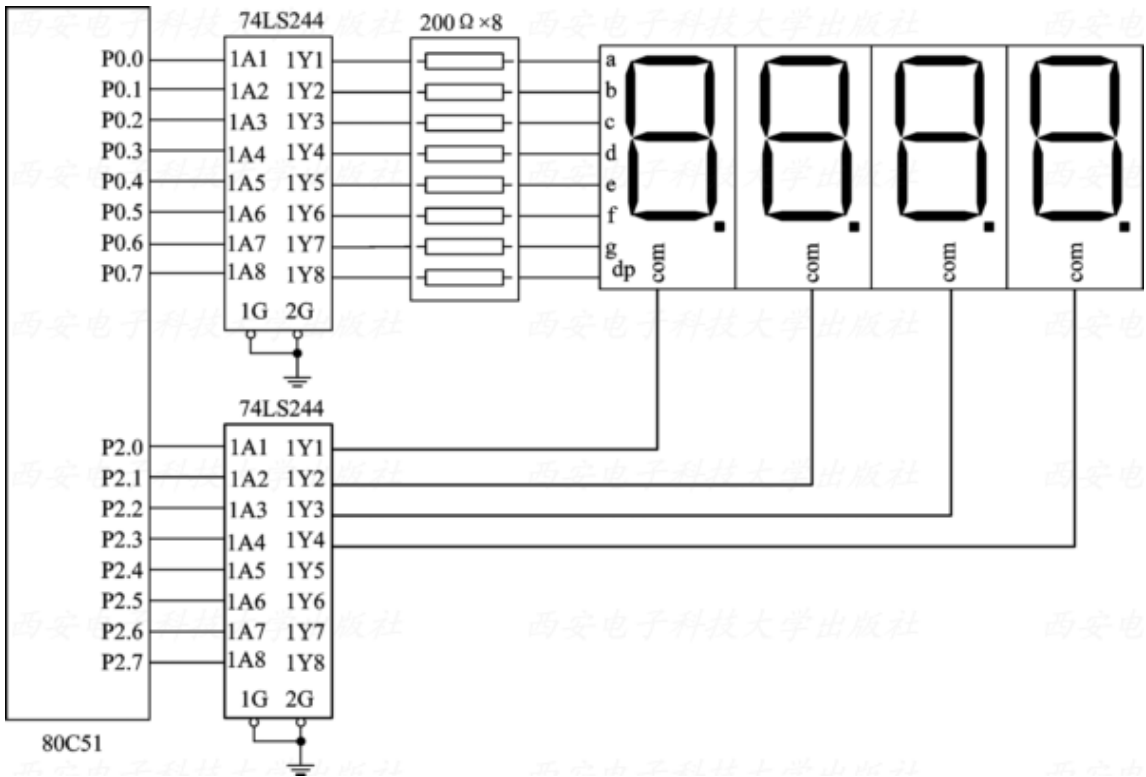

图 10.4 单片机与 LED 动态扫描方式接口图
4. 单片机与 LED 动态扫描方式接口如图 10.4 所示。请根据提示补充显示子程序。